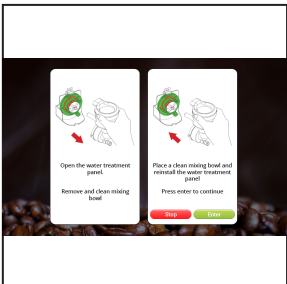

Fig.6
5. Ipapakita ng display ang **MULING MAGKABIT NG MALINIS NA MIXING BOWL, PINDUTIN ANG ENTER PARA KUMPIRMAHIN.** Pindutin ang ENTER. (Tingnan ang Fig.6).